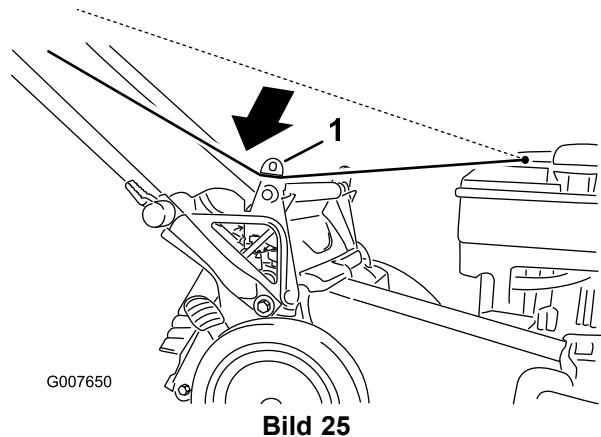

Bild 25
- Verlegen Sie das Starterkabel um die untere Kabelführung (Bild 25).